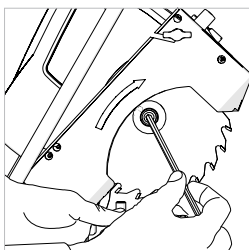

Fig. 29
- Use a chave hexagonal (fornecida) para desapertar o parafuso do mandril. **(Fig. 29)**